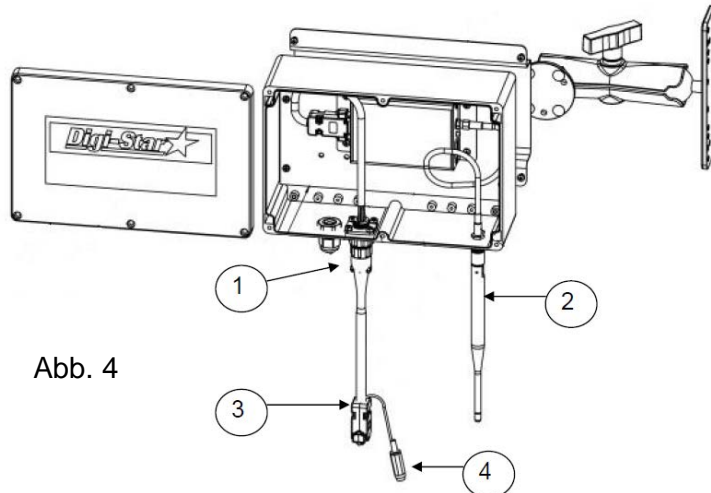

Abb. 4
- Schließen Sie die Basisstation gemäß nachstehenden Anweisungen (Abb. 4) an.